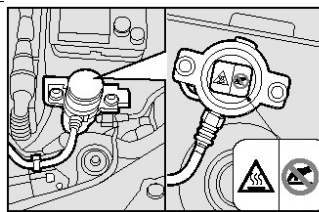

рис.25
Расположение ламп в блок фары **Рис.25** следующее:
- Повернуть против часовой стрелке крышку **А** - **рис.25**;
- Разъедините центральный электрический разъем **А** - **рис.25**;
- Установите новую лампу и зафиксируйте ее пружиной **В** - **рис.25**;
- Повернуть против часовой стрелки крышку **В - рис.25**;
- Повернуть против часовой стрелки крышку **С - рис.25**;